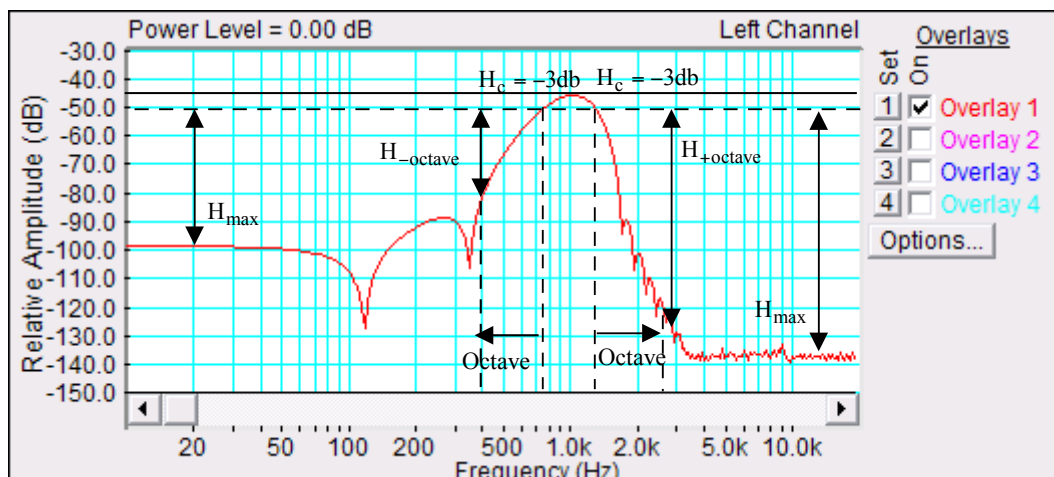

Рис. 8.4. Характеристики фильтра
4.2. Характеристики фильтров (рис.8.4)